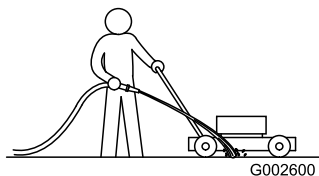

Рисунок 54
2. Если двигатель запустился и ножи включены, направьте струю воды спереди на **правое** заднее колесо (Рисунок 54).